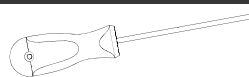

Fig. 3-1
2. Placez soigneusement les petits cristaux sur le plateau de support (**Fig. 3-1**). Appliquez une couche uniforme de petits cristaux d'un côté à l'autre.